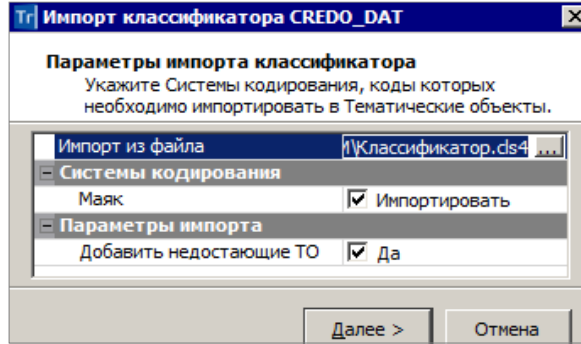

Рис. 2.7
- На первой странице нужно выбрать необходимые для импорта системы кодирования, затем подтвердить создание недостающих тематических объектов и нажать кнопку **Далее** (рис. 2.7).